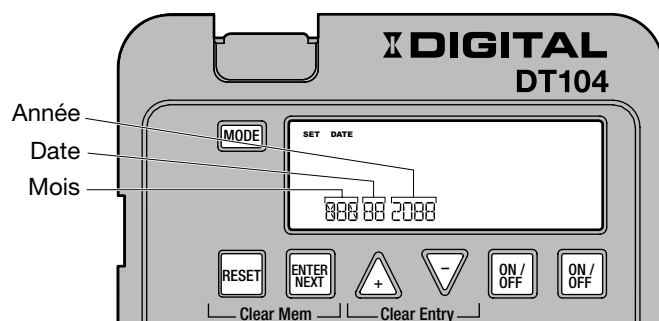

FIG. 7 Réglage de la date
1. Appuyez à plusieurs reprises sur le bouton **MODE** jusqu'à ce que les mots SET et DATE (RÉGLER et DATE) s'affichent dans la partie supérieure de l'écran. Voir FIG. 7.